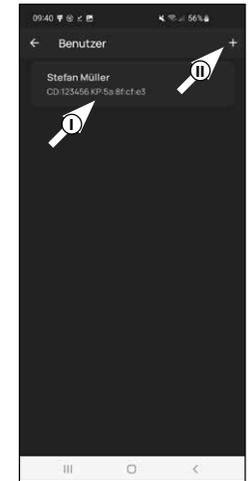

Abb. 2
- Sie sehen eine Auflistung der bereits angelegten Benutzer. Dem ersten Benutzer wurde bereits automatisch ein Benutzerprofil mit Schlossöffnung per Smartphone angelegt. Tippen Sie dieses an (I) (Abb. 2).
- Hinweis:** Alternativ können Sie an dieser Stelle auch ein neues, zusätzliches Benutzerprofil anlegen. Tippen Sie dafür auf das „+“ oben rechts (II) (Abb. 2).